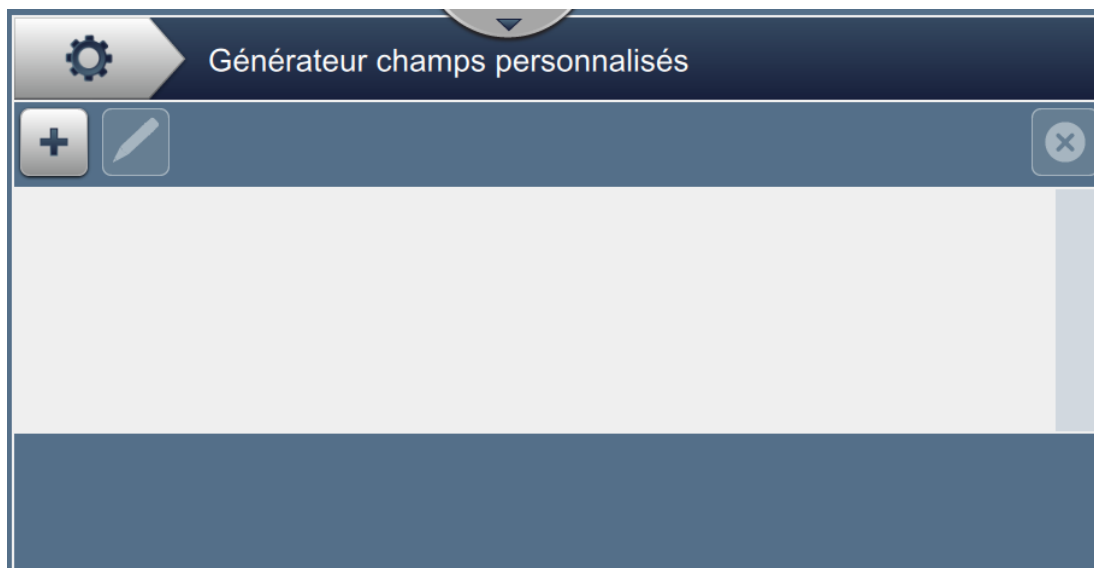

Figure 6-7 : Générateur champs personnalisés
1. Appuyez sur le bouton  dans l'écran Outils. L'écran Générateur champs personnalisés s'ouvre, tel qu'illustré dans la Figure 6-7.
2. Appuyez sur le bouton  tel qu'illustré dans la Figure 6-7, page 6-14 pour créer un nouveau champ personnalisé. L'écran Nom de référence s'affiche.